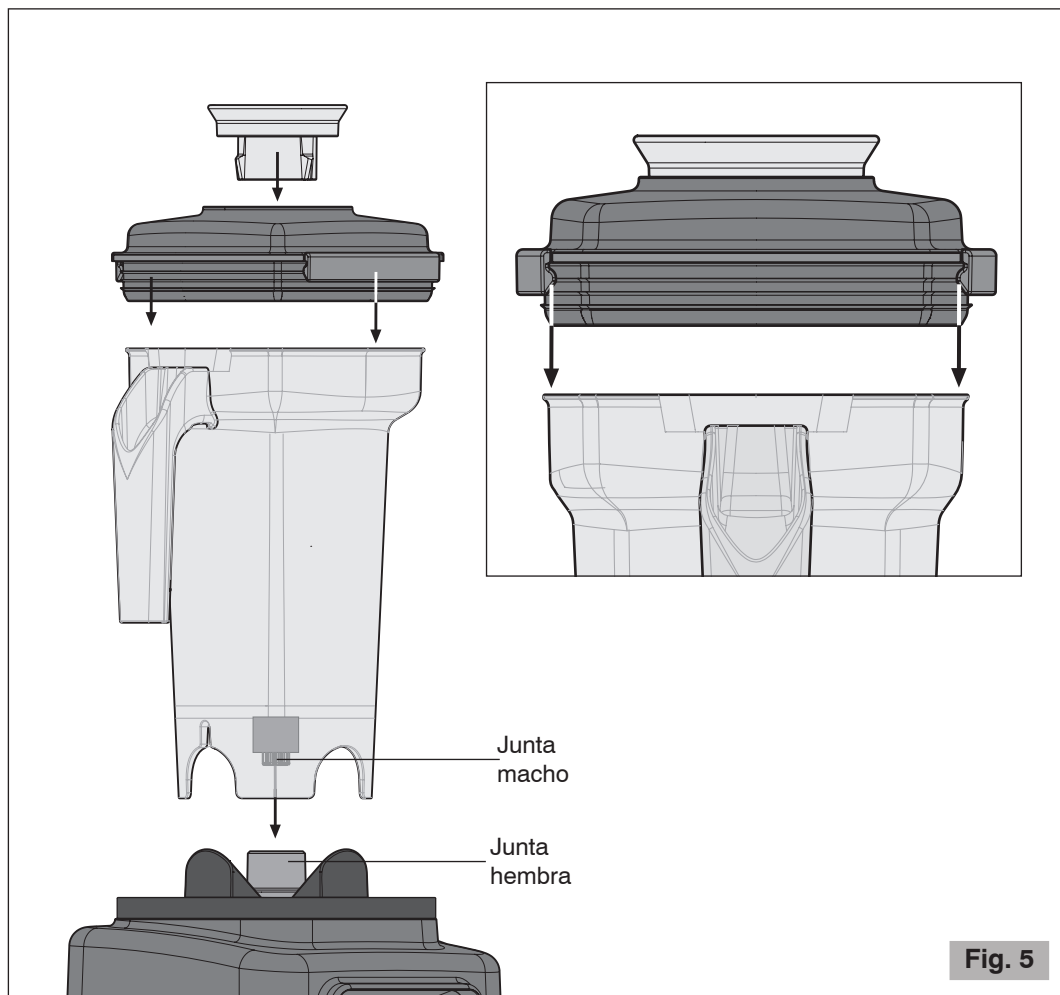

Fig. 5
- 3 Introducir la tapa en el contenedor presionando sobre los ganchos de cierre (véase Fig. 5).